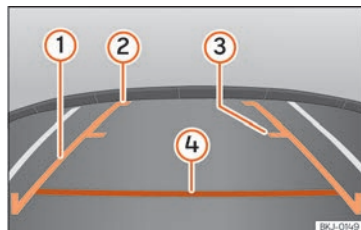

Fig. 296 Visualización en la pantalla del sistema Easy Connect: líneas de orientación.
- La carga del vehículo modifica la representación de las líneas de orientación »» fig. 296. La anchura que las mismas representan, disminuye con el nivel de carga. Ponga atención al entorno cuando el interior o el maletero están cargados.
Significado de las líneas de orientación »» fig. 296